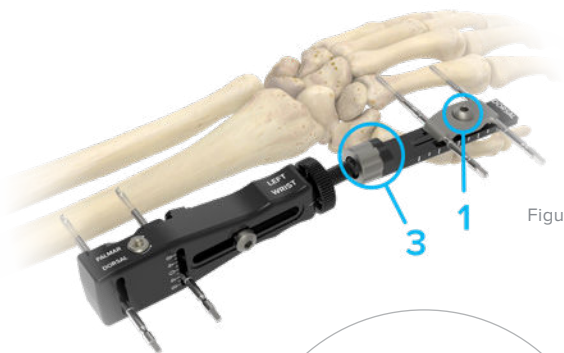
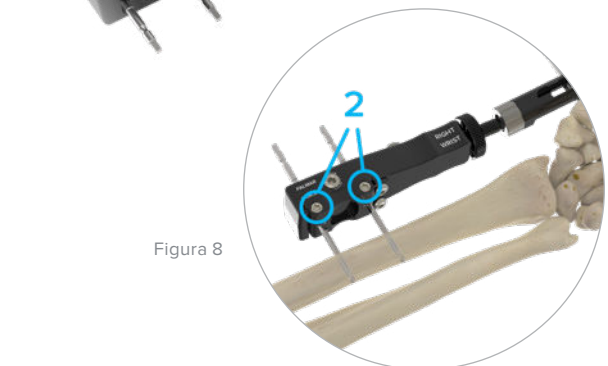

Figura 7
Figura 8
Con el destornillador hexagonal Stableloc (FX-4003), afloje la pinza del clavo distal (Figura 7, 1) y los tornillos del conjunto del cuerpo principal (Figura 8, 2), y deslice el conjunto Stableloc (FX-4000) sobre los clavos del fijador. Alinee el fijador Stableloc en la muñeca para que la articulación esférica (3) quede ubicada sobre el centro de rotación de la muñeca. De este modo se obtendrá mayor precisión en los ajustes posteriores.